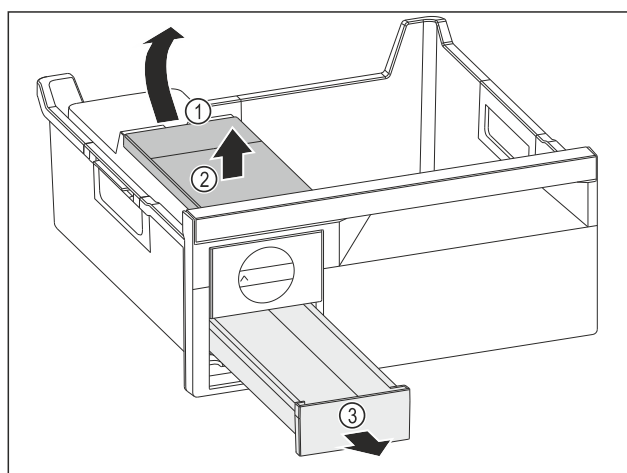

Fig. 140
- ▶ Wyjmowanie zbiornika wody: Zbiornik wody unieść za wycięcia Fig. 140 (1).
- ▶ Wyjąć zbiornik wody Fig. 140 (2) do góry.
- ▶ Wyjąć szufladę na kostki lodu Fig. 140 (3) do przodu.